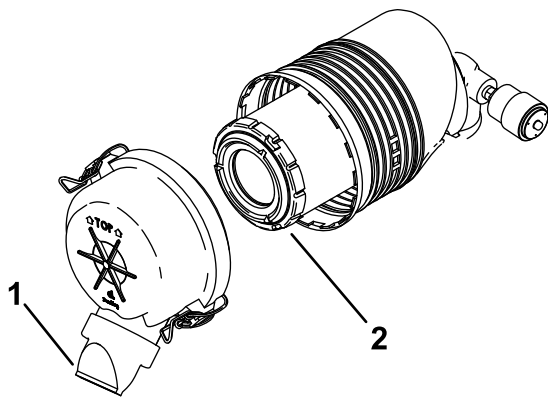

Figura 41
- D. Instale a cobertura do filtro de ar com a tampa de poeira orientada para baixo como em Figura 41 e prenda os trincos.